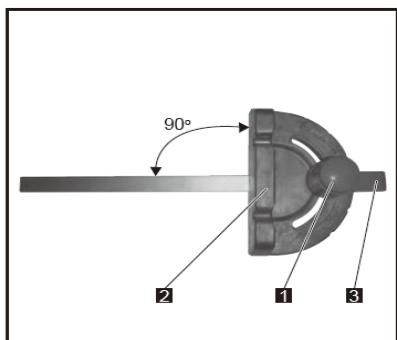

Рис. 26
- Указатель направляющего упора (6) располагается на шкале линейки (8). Шкала показывает расстояние от боковой стороны упора до пильного диска.
- Измерьте фактическое расстояние с помощью линейки. Если измеренное значение отличается от того, на котором располагается указатель (6), отрегулируйте его положение.
- Ослабьте винт (7) и сдвиньте указатель на нужную отметку шкалы. Затяните винт и повторно измерьте расстояние линейкой.
6.6 Регулировка углового упора (Рис. 26)
- Ослабьте запорную рукоятку (1), чтобы дать возможность корпусу упора (2) свободно поворачиваться. Установите корпус упора под углом 90°, чтобы неподвижный упор фиксировал его положение. Затяните запорную рукоятку, чтобы зафиксировать корпус углового упора в выбранном положении.
- Если указатель (3) необходимо отрегулировать, ослабьте два винта под указателем с помощью шестигранного ключа. Отрегулируйте положение указателя таким образом, чтобы он находился на отметке 90°, затем плотно затяните оба регулировочных винта.
- Чтобы изменить угол упора, ослабьте запорную рукоятку (1) и поверните корпус упора на желаемый угол, ориентируясь по шкале. Зафиксируйте упор в выбранном положении, затянув запорную рукоятку.